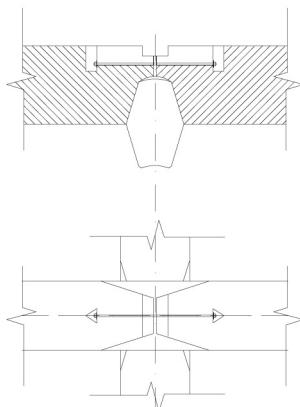

Рисунок 4.
1.9. Стыковка брёвен производится в местах перерубов (углах) посредством шпилек (оцинкованных или нержавеющих) Ø 12 мм., длиной 500 мм., усиленных шайб и гаек. (см. Рис. 4).